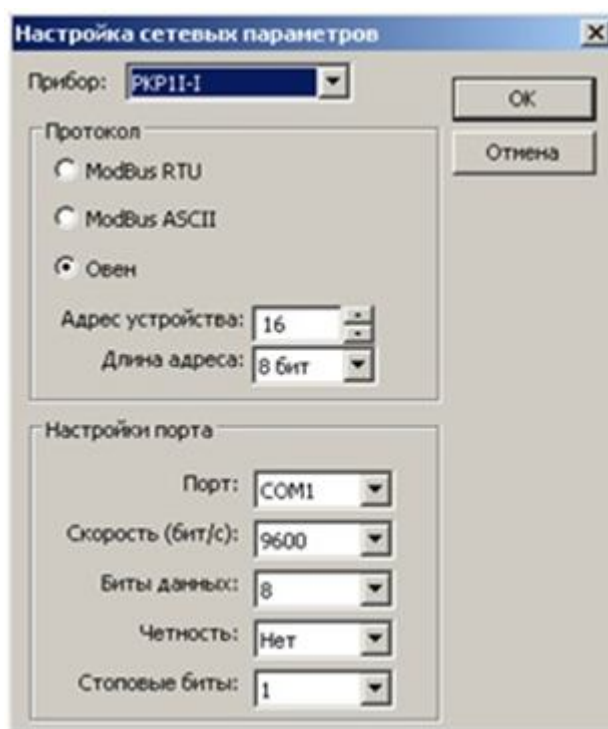

Рис. 6. Настройка сетевых параметров
Схема сопряжения индукционного датчика с ПКП1И приведена на рис. 6. Коммутирующим элементом индуктивного датчика LA 12M-5N1 является биполярный *n-p-n* транзистор. Устройство гальванической развязки построено на базе оптрона РС 817. Входной ток оптрона ограничивается сопротивлением $R\ 680\ \text{Ом}$. Питание входной цепи осуществляется от блока питания постоянного тока БП60Б-Д4-24 (от которого питаются и сами приборы ПКП 1И и ПКП 1Т). На центральную панель выведены выход оптрона (гнезда XS1 и XS3) и выключатель питания цепи SA. Гнезда XS2 и XS4 расположены на левой панели стенды и имеют номера соответствующих входов ПКП1И. Соединение гнезд XS1, XS3 и XS2, XS4 соединяются лабораторными проводами с оконечными штырями XP1, XP3 и XP2, XP4.
13. Убедитесь в наличии физического соединения компьютера и прибора ПКП 1И по сети RS-485. Запустите на компьютере программу-конфигуратор прибора. Настройте параметры обмена по сети, введя зафиксированные при выполнении предыдущего пункта значения в соответствующие поля ввода окна настройки сетевых параметров (рис. 6).
Обратите внимание: в поля ввода нужно занести не значения, показанные на рис. 6, а значения настроек прибора, зафиксированные ранее!